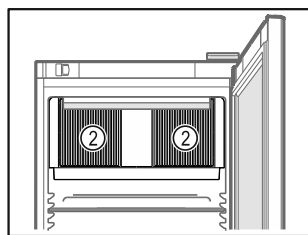

Fig. 53
- Διατηρείτε ελεύθερες τις σχισμές αερισμού Fig. 53 (2) του ανεμιστήρα στο εσωτερικό.